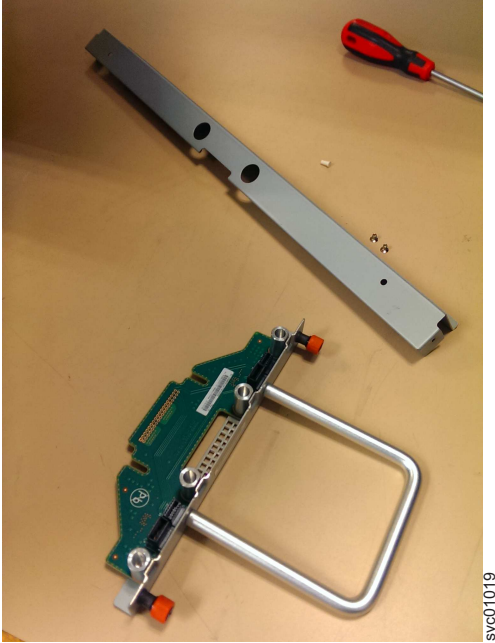

Figura 103. Partes de FIB para el chasis
1. Coloque la nueva FIB, la cubierta y los tornillos de cubierta (que se muestran en Figura 103 en la página 113) en un lugar seguro.